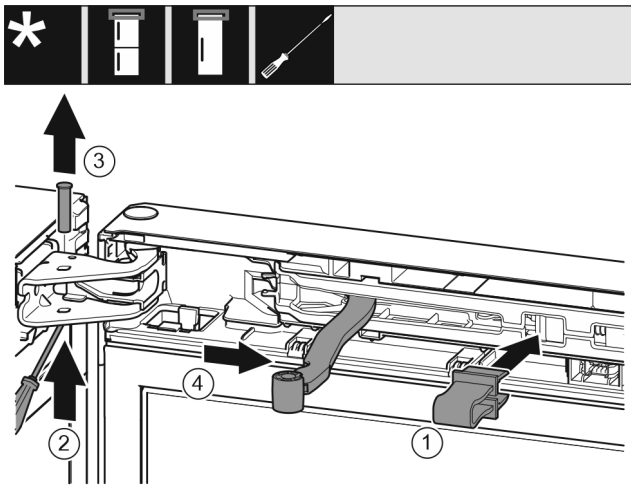

Fig. 6
- Encaje el seguro en la abertura. Fig. 6 (1)
- Extraiga el perno con el destornillador. Fig. 6 (2)
- Retire el perno hacia arriba. Fig. 6 (3)
- Gire la articulación en dirección de la puerta. Fig. 6 (4)